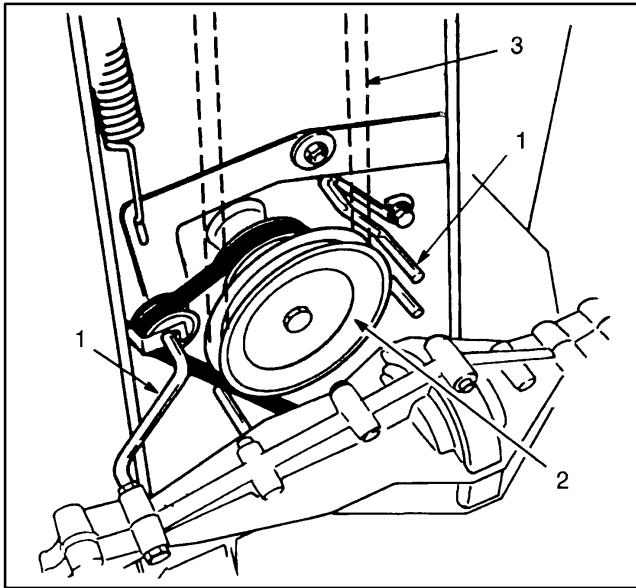

Figure 23
2. Régler la commande de hauteur de coupe au plus bas, desserrer les guides de courroie situés près de la poulie moteur et les écarter en les tournant. Déposer la courroie de la poulie (Fig. 23).
3. Desserrer et déposer (1) la vis de montage qui retient chaque guide de courroie à l'unité de coupe. Ecarter les guides pour les éloigner de la poulie de pivot et déposer la courroie. Vérifier à l'oeil nu que la courroie n'est ni usée, ni endommagée (Fig. 23).